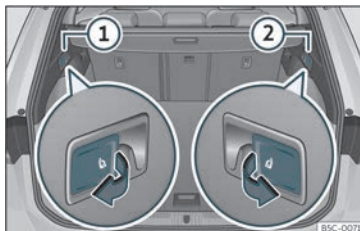

Fig. 107 Nel bagagliaio: leve per lo sblocco dello schienale posteriore.
- Tirare la leva di sblocco a distanza dal lato sinistro»» fig. 107 ① o destro ② dello schienale nel senso della freccia. Il lato sbloccato dello schienale posteriore si ribalta automaticamente in avanti.